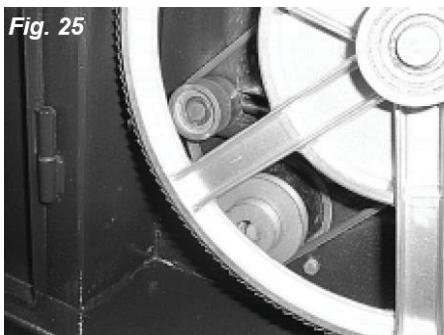

Рис.25
- Для високої швидкості ремінь потрібно встановити на обидва шківи: шків осі двигуна та шків проміжної осі. Як зазначено на Рис. 25.